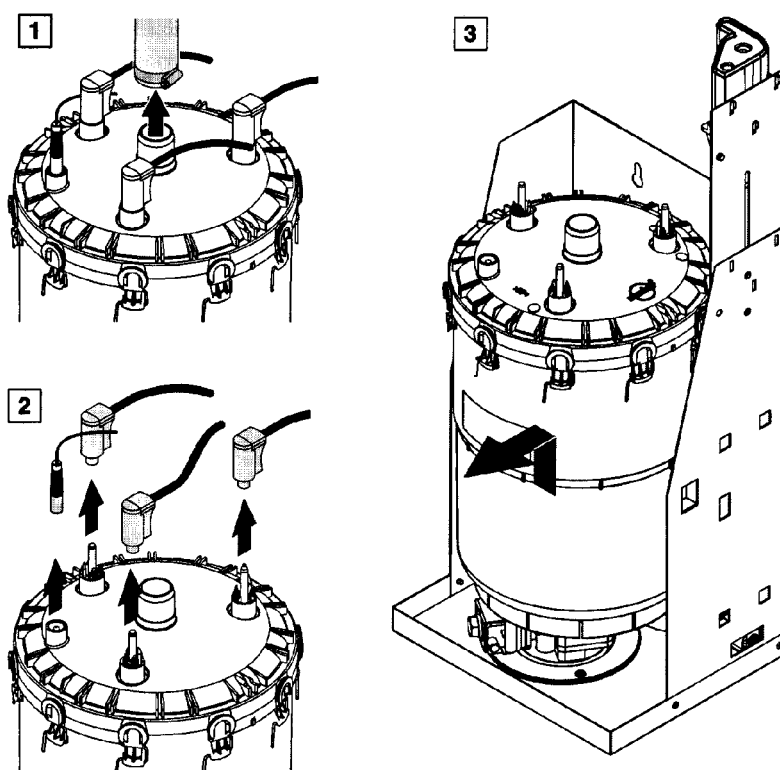

Abb. 18: Ausbau des Dampfzylinders
- Schlauchklemme des Dampfschlauches mit Schraubendreher lösen und Schlauch nach oben vom Dampfanschluss abziehen (Abb. 18, Pos. 1).
- Stecker der Elektrodenkabel und des Sensorkabels abziehen (Abb. 18, Pos. 2), dabei Anschlusssituation notieren!
- Dampfzylinder vorsichtig nach oben aus den seitlichen bzw. hinteren Halterungen schieben und nach vorne ausbauen (Abb. 18, Pos. 3).